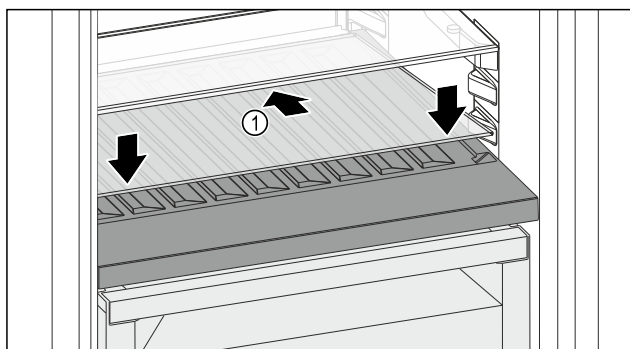

Fig. 125
- Indsæt glaspladen Fig. 125 (1) skråt nedad og bagtil.
- Sænk glaspladen Fig. 125 (1) foran.